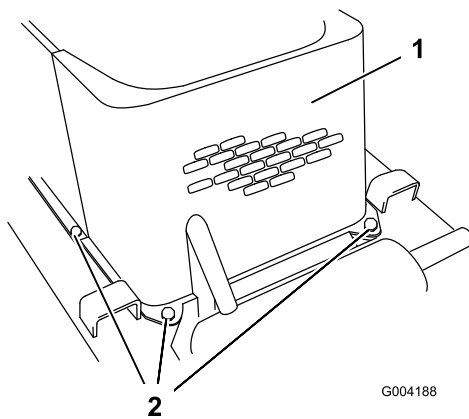

Bild 26
5. Nehmen Sie die vier Schrauben ab, mit denen das vordere Gitter am Rahmen der Zugmaschine befestigt ist (Bild 26).